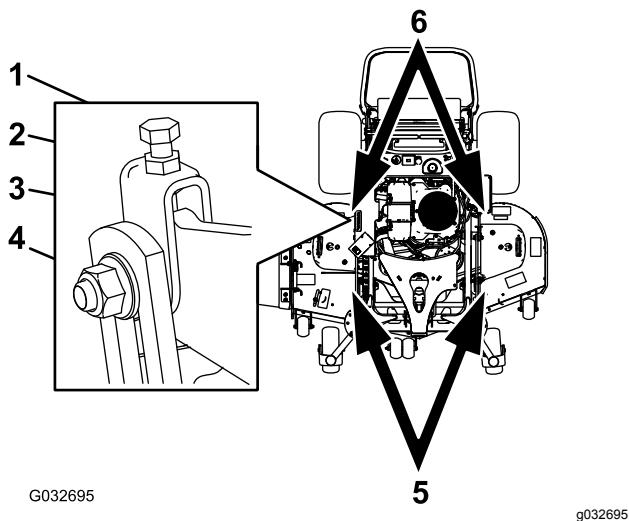

Figura 88
1. Afloje la contratuerca y el perno lateral de las horquillas que desea ajustar (Figura 88).
2. Gire el perno superior de las horquillas para ajustar la altura de la carcasa de corte (Figura 88).
5. Si la medida no es correcta, localice las dos horquillas en la máquina (Figura 88).